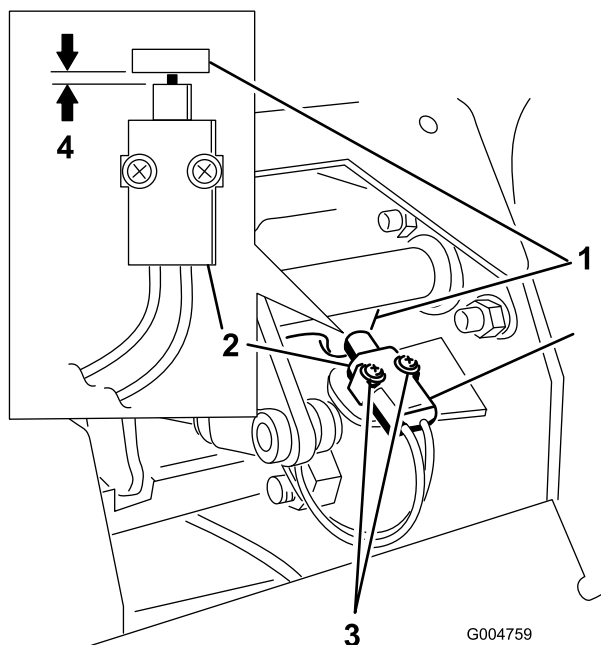

Figure 55
4. Rapprochez le contacteur de la languette sur l'axe de frein, jusqu'à ce qu'ils soient espacés de 0,4 à 1 mm (Figure 55).